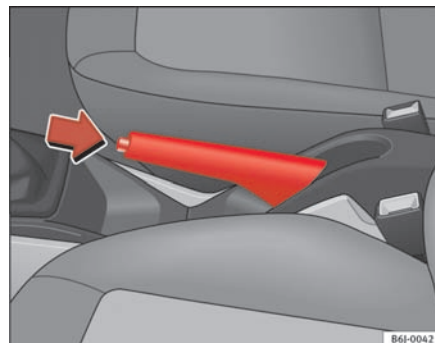

Fig. 110 Håndbremse mellem forsæderne
- Træk håndbremsearmen helt op ⇒ fig. 110.
- Træk håndbremsearmen et stykke opad, tryk låseknappen i pilens retning ⇒ fig. 110, og før håndbremsearmen helt ned ⇒